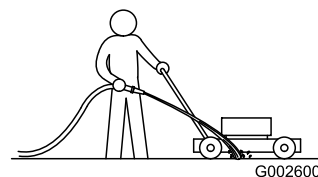

Bild 17
3. Lassen Sie den Motor bei eingekuppeltem Messer laufen und sprühen Sie Wasser vor das **rechte Hinterrad** (Bild 17).